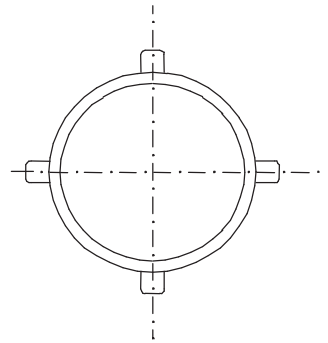

Abb. 4
- 9.3. Überprüfung, ob die Messkapsel in ihre vorgesehene Anschlusschnittstelle hineinpasst: Kennzeichnung = IST. Sicherstellen, dass es sich tatsächlich um einen Koax-Anschluss (Einrohranschlussstück) und einen Messeinsatz mit 4 Nocken handelt (siehe Abb. 4).